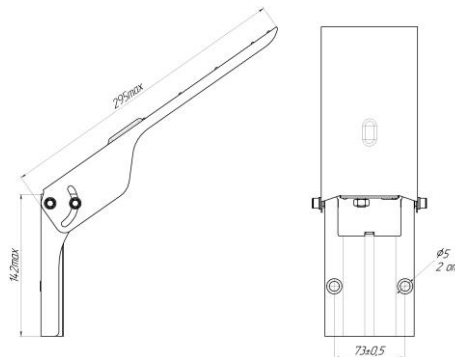

Рис.2
- а) закрепить узел крепления на плоскую опорную поверхность (рис. 2) дюбель-гвоздями;